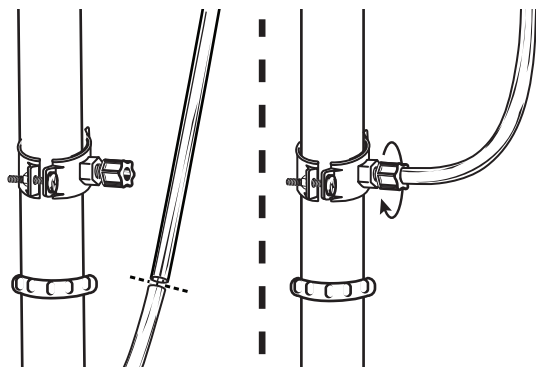

Figure 39
1. Alignez le tuyau rouge de 3/8 po relié au robinet sur l'écrou à compression situé sur le collier de serrage (voir la Figure 39). Le parcours du tuyau doit être le plus droit possible. Coupez le tuyau d'équerre sous l'écrou et éliminez toutes les bavures internes et externes.
2. Desserrez l'écrou à compression de deux (2) tours complets. Insérez le tuyau dans l'écrou jusqu'en butée. Serrez l'écrou avec les doigts, puis serrez-le d'un (1) ou deux (2) tours à l'aide d'une clé.